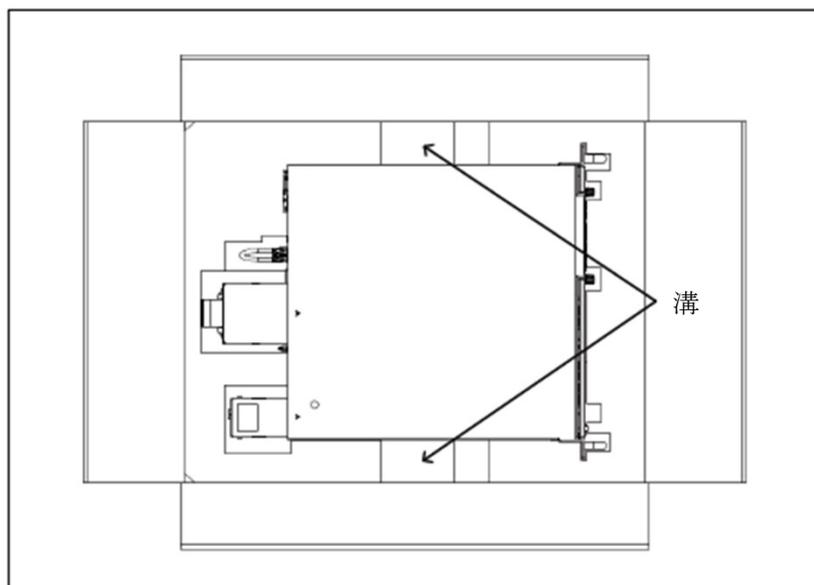

図4-2 梱包箱から電源の取り出し(GSP10kW/15kW)
3. 図4-2の溝部分に手を入れて電源を取り出してください。このとき電源は水平となるようにしてください。